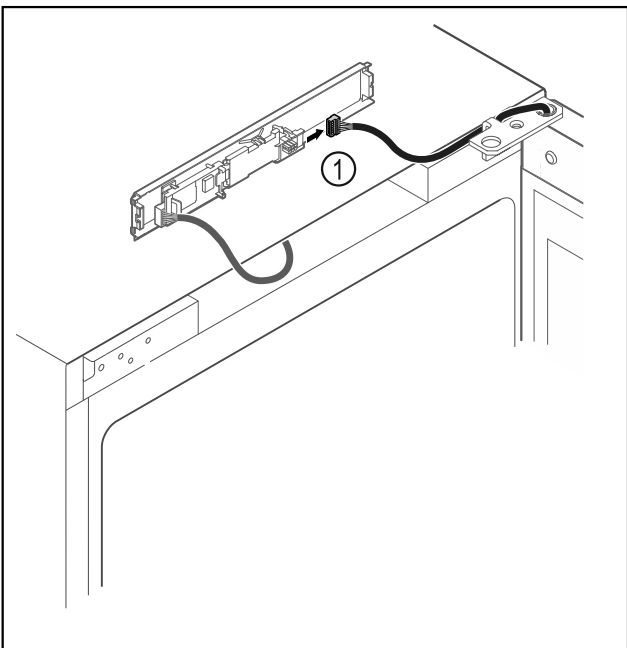

Fig. 18
- ▶ Αποσυνδέστε το φιλς Fig. 18 (1) από την πλακέτα.